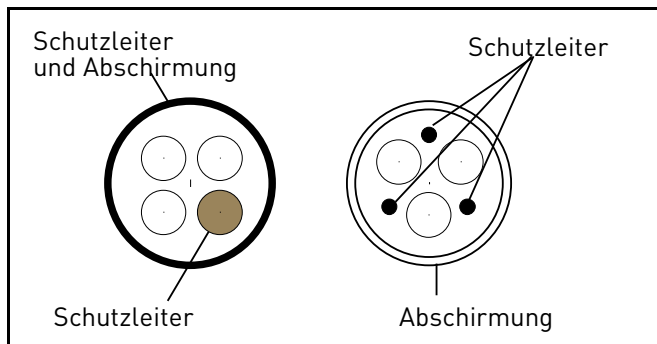

Abbildung 17.
- 2 = Symmetrisches Stromkabel mit konzentrischem Schutzleiter und passend für die spezifische Netzspannung. (MCMK oder ähnliches empfohlen). Siehe Abbildung 17.
- 3 = Symmetrisches Stromkabel mit kompaktem, niederohmigem Schirm und passend für die spezifische Netzspannung. [MCCMK, EMCCK oder ähnliches empfohlen; Empfohlene Transferimpedanz des Kabels (1...30MHz) max. 100mohm/m]. Siehe Abbildung 17.